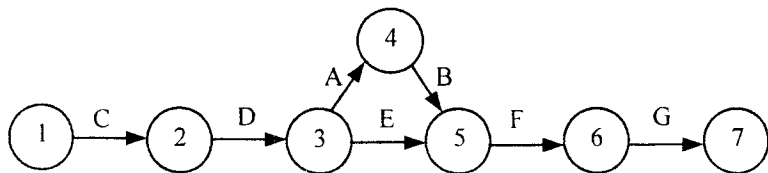

Рис. 4. Сітьова модель програми опитування громадської думки
Розв'язання. З умови задачі нам відомий зміст робіт, але явно не вказані взаємозв'язки між ними. Тому для встановлення цих взаємозв'язків необхідно проаналізувати зміст кожної конкретної роботи та з'ясувати, які з решти робіт мають їй безпосередньо передувати. Вихідною роботою, з якої починається побудова сітьового графіка, у нашому випадку є прийом на роботу (С), оскільки всі інші роботи виконуються вже прийнятими на роботу співробітниками (рис. 4). Перед виконанням усіх робіт з опитування громадської думки необхідно навчити персонал (D). Перед тим, як розіслати анкети (F), їх треба розробити (А), роздрукувати (В) і вибрати опитуваних осіб (Е), причому роботу з анкетами й вибір осіб можна виконувати одночасно. Завершальною роботою проекту є аналіз отриманих даних (G), який не можна виконати без попередньої розсилки анкет (F). У результаті цих міркувань побудуємо сітьову модель і пронумеруємо події моделі (рис. 4).